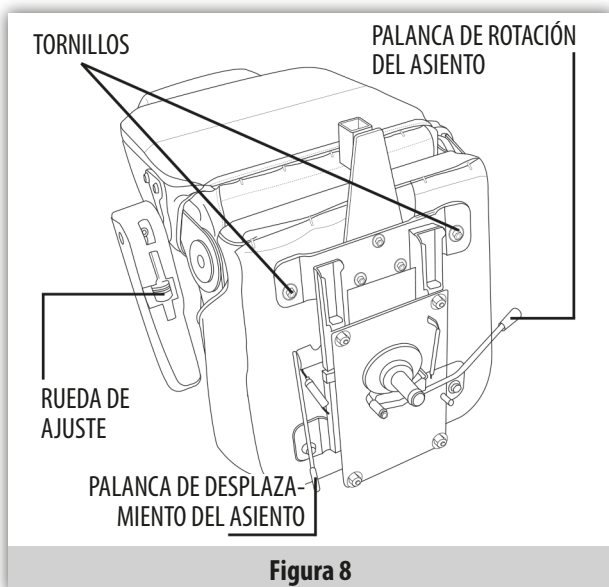

Figura 8
- Suba la palanca de rotación del asiento. La palanca está situada en la parte derecha del asiento. (Figura 8).
El ángulo del reposabrazos se puede ajustar hacia arriba o hacia abajo girando la rueda de ajuste. (Figura 8).
Puede desplazar el asiento hacia delante y hacia atrás para ajustar la distancia entre el asiento y el manillar. (Figura 8).